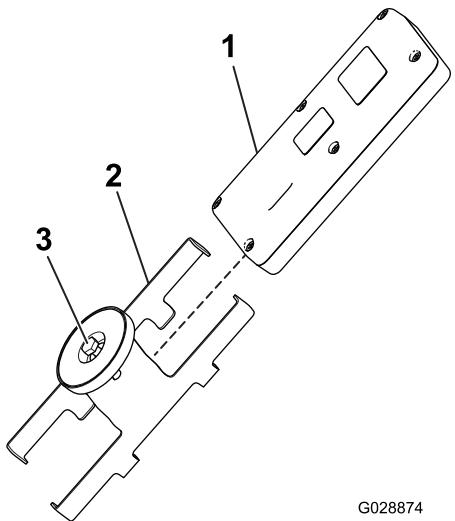

Figura 30
- Desaperte o parafuso no íman no suporte magnético do comando remoto (Figura 30).
- Deslize as laterais do suporte e retire o comando remoto (Figura 30).
- Instale o comando remoto no suporte magnético remoto, una as metades para prender o comando e aperte o parafuso no íman (Figura 30).